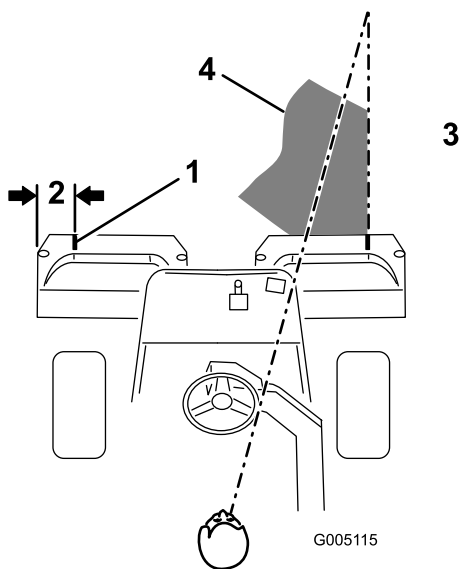

Рисунок 12
2. На каждый травосборник наклейте отрезок белой ленты или нанесите краской линию параллельно наружному краю (**Рисунок 12**).